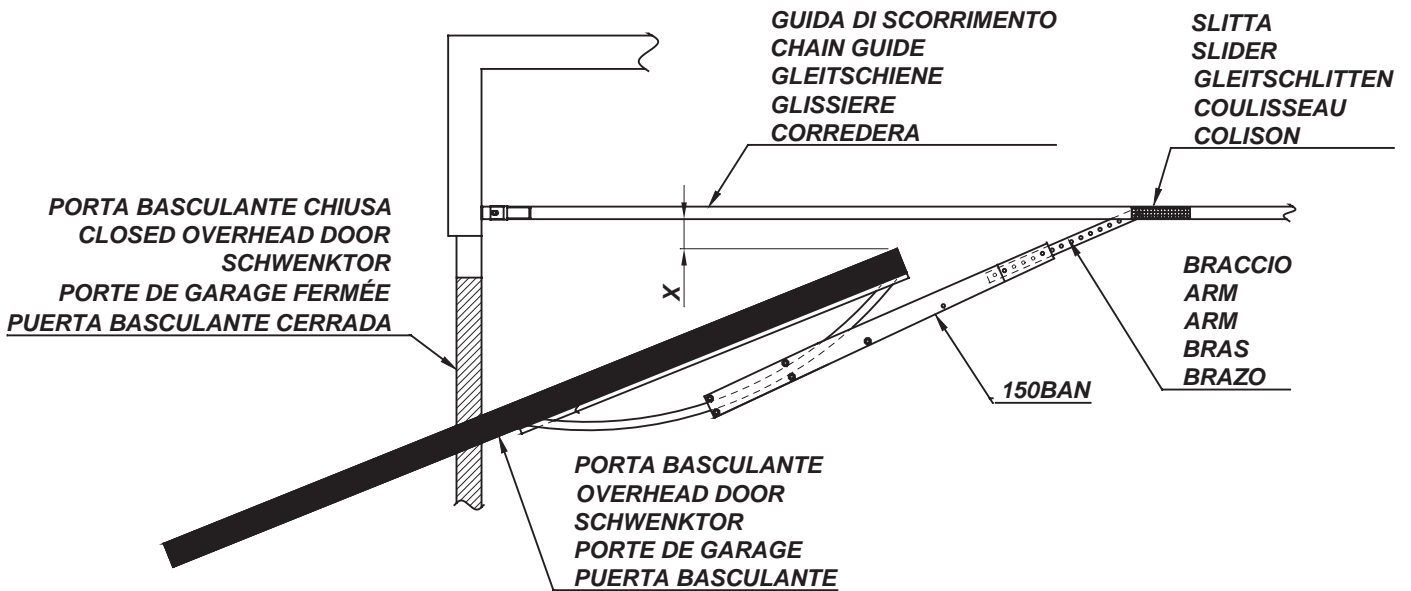

fig. 22
- la distancia entre el carril de deslizamiento del SKYBOXE/CE y el punto más alto que alcanza la basculante durante la rotación (cota X de la fig. 22) sea por lo menos 1 cm superior al grosor de la propia puerta.